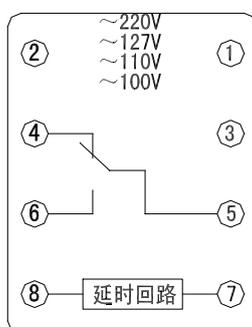

图1 端子图(背视)
4.1 SS-60 时间继电器为通电延时，其端子接线如图 1 所示。取下有机玻璃盖，将指针旋钮调到所需的整定位置。铭牌上整定值 1-5 是指延时范围的倍乘，如继电器延时范围 15-75s，则指针指示“1”的位置是 15s，“5”的位置是 75s。在继电器外壳端子①、②间施加交流额定电压，这时继电器开始延时，当达到整定值时，延时结束，发光二极管亮，继电器⑤、⑥端子接通，并一直保持此状态直到断开电源时，继电器返回。使用时，继电器一次通电延时结束，下次接通间隔时间应大于 3s。